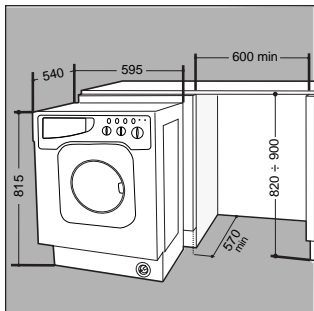

Fig. 6
- Spingere l'apparecchio nell'apertura allineandola con gli altri mobili (fig. 6).